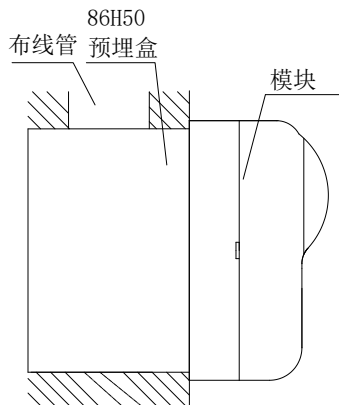
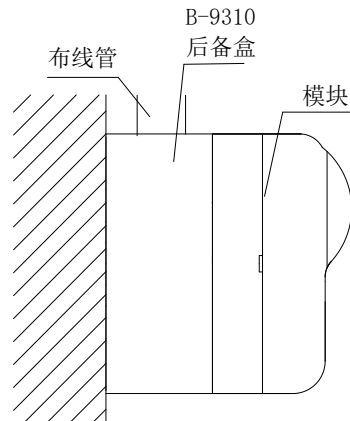
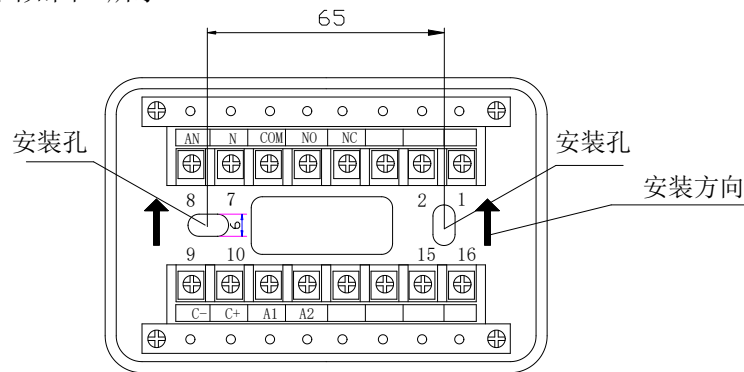

图 2 进线管预埋示意图
图 3 进线管明装示意图
图 4 端子示意图
3. 当进线管预埋时, 可将底壳安装在 86H50 型预埋盒上, 安装孔距为 65mm(参见图 4); 当进线管明装时, 采用 B-9310 型后备盒安装方式。安装方式分别如图 2 与图 3 所示。
4. 模块端子示意图如图 4 所示。